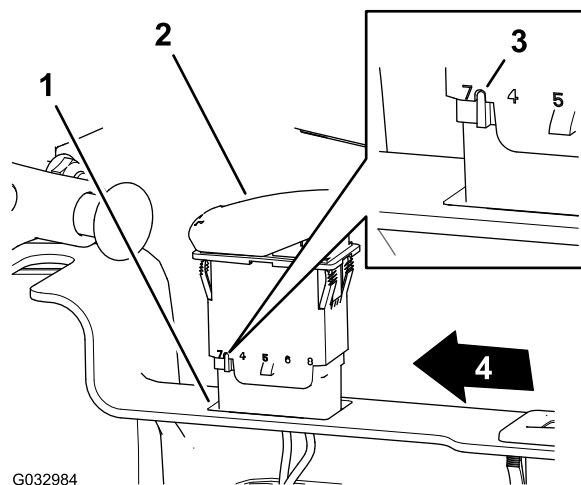

图16
4. 对准开关，使开关壳体的槽口朝向控制面板左侧（图16）。
5. 将开关插入控制面板的开口，直至牢固卡入面板（图16）。